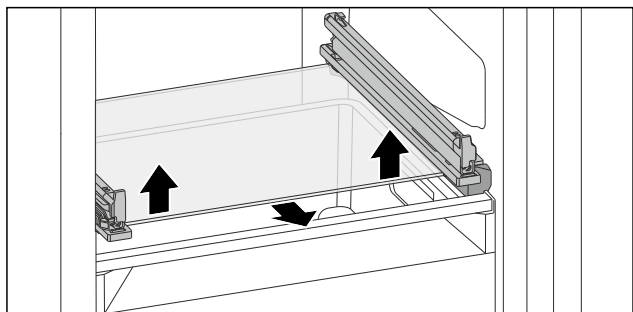

Fig. 133 Glasplatte des abklipbaren Schubfachs
- Glasplatte von unten beidseitig nach oben drücken. (siehe Fig. 133)